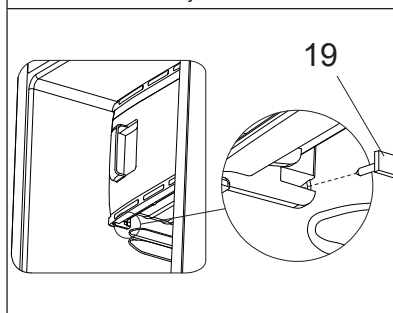

Рисунок 12
2. С помощью пассатижей вытащите фиксаторы 19 (см. рисунок 12) слева и справа.